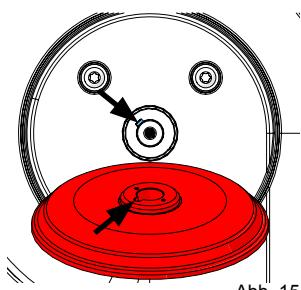

Abb. 15
- Neuen Trägerflansch aufsetzen >>> **Mitnehmernut beachten (Abb. 15)**.